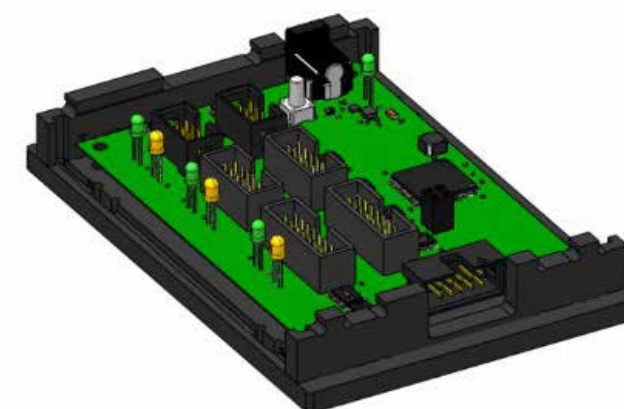

Рисунок 98. Установка платы тестера
2) Установить плату тестера (рисунок 98):